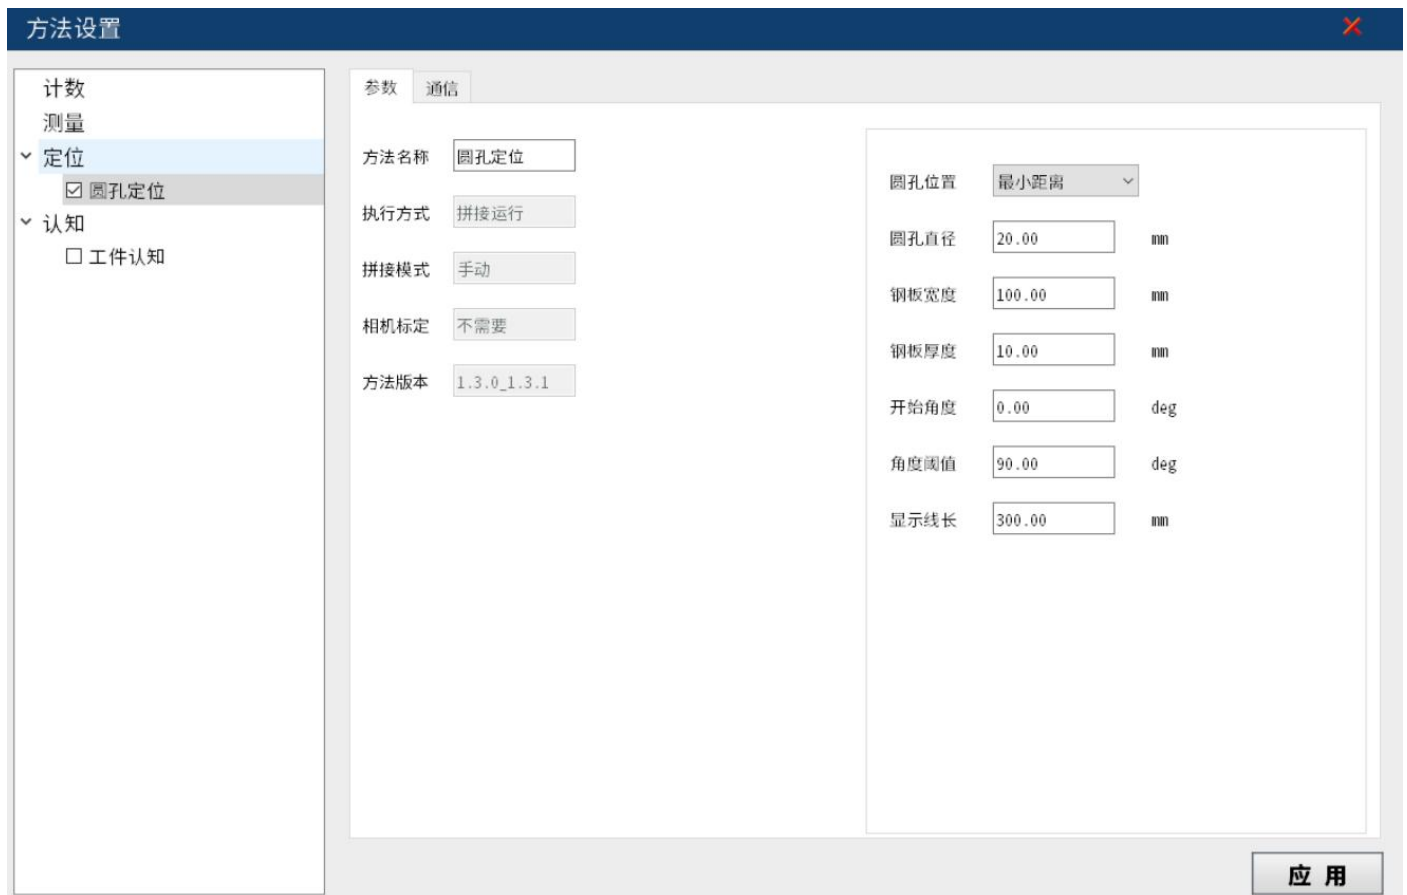

图 8 “钢板定位抓取”参数设置
3、点击“方法”—“测量”—“钢板定位抓取”，在参数界面可根据钢板实际情况设置对应参数，点击“应用”或回车生效。勾选“定位”-“圆孔定位”，方法将被使用，首页的标题变成“圆孔定位”。图 8 界面说明：